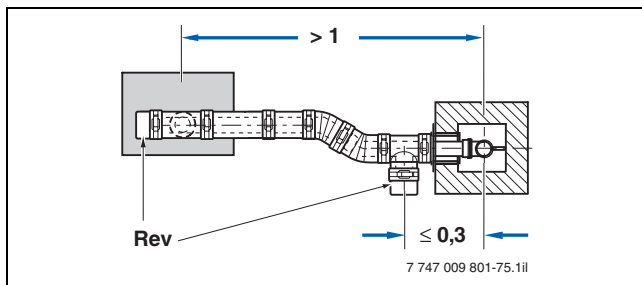

Bild 75 Beispiel zur Anordnung der Inspektionsöffnungen (Rev) bei einer Abgasleitung mit Umlenkung im Aufstellraum (Draufsicht, Maße in m)
- Seitlich im waagerechten Abschnitt der Abgasleitung höchstens 30 cm von der Umlenkung in den senkrechten Abschnitt entfernt (→ Bild 75)